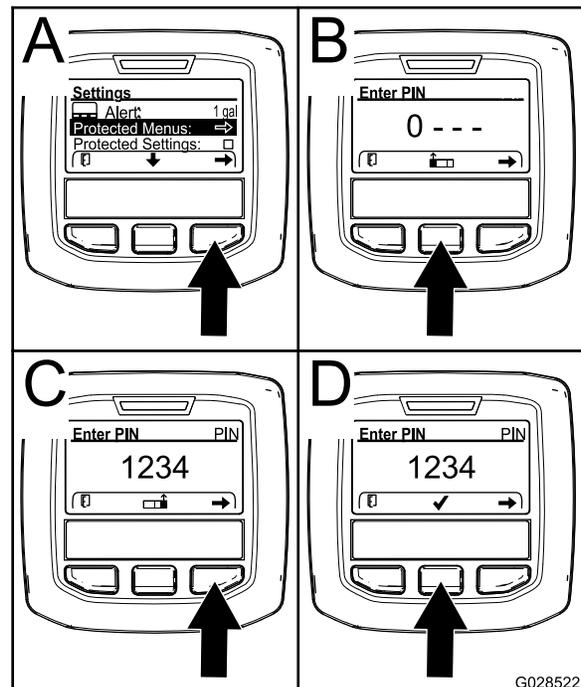

Bild 11
- Drücken Sie die rechte Auswahl-taste, um „Geschützte Menüs“ auszuwählen (A in Bild 11).
- Drücken Sie die mittlere Auswahltaste (B in Bild 11), um den numerischen Wert zu erhöhen (0 bis 9)..
- Drücken Sie die rechte Auswahltaste (C in Bild 11), um den Cursor auf die nächste numerische Stelle nach rechts zu verschieben.
Hinweis: Das Häkchen-Symbol wird über der mittleren Auswahltaste angezeigt (D in Bild 11).
5. Drücken Sie die mittlere Auswahltaste (D in Bild 11), um das Kennwort einzugeben.